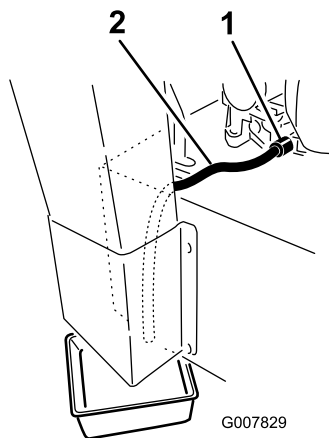

Figura 36
5. Collocate una bacinella sotto il tubo di spurgo. Girate la valvola di spurgo dell'olio per lasciar defluire l'olio (Figura 36).